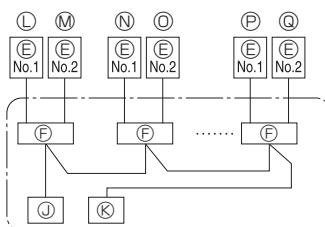

Fig. 6-2
### 6.1. Außenanlage (Fig. 6-1, Fig. 6-2)
- (1) Die Bedienungsplatte abnehmen.
- (2) Das Kabel gemäß der Fig. 6-1 und der Fig. 6-2 verdrahten.
- (A) Klemmleiste für den Netzzuschluss (L1, L2, L3, N)